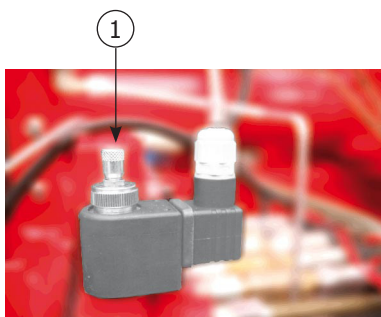
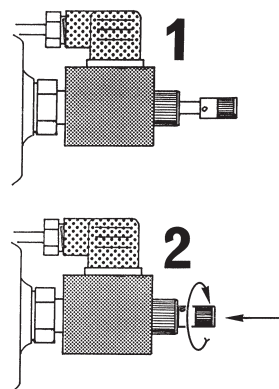

Fig. 11.5
Fig. 11.6
- versión B: fig. 11.5 - posición 1.
Versión B: remover el sello de seguridad, presionar a fondo la llave (fig. 11.5 - posición 1) y girarla en sentido horario (fig. 11.6).